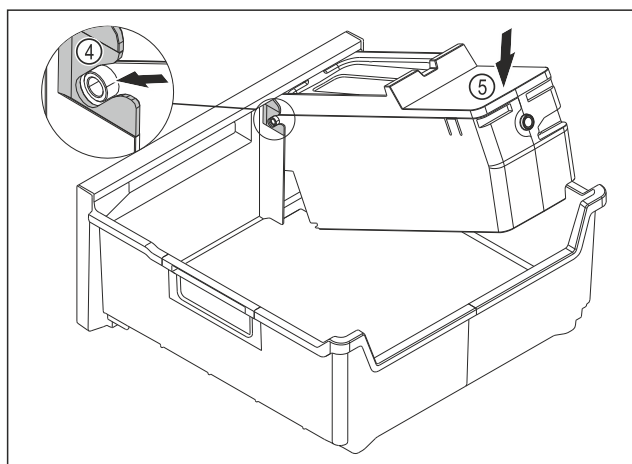

Fig. 147
- EasyTwist-Ice-corpus monteren: Assen van de EasyTwist-Ice-corpus in de geleidingen Fig. 147 (4) schuiven.
- EasyTwist-Ice-corpus Fig. 147 (5) achter omlaag drukken.